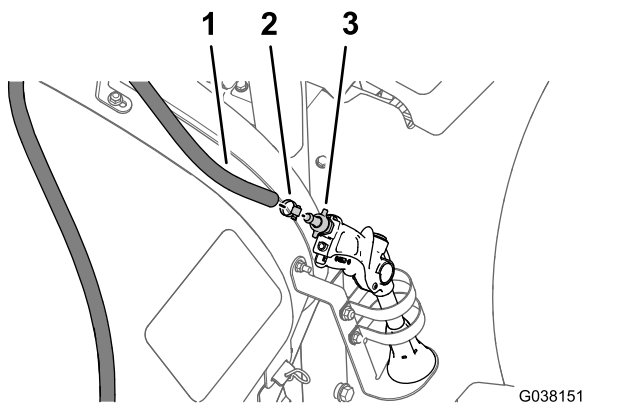

Рисунок 13
1. Снимите шланговый хомут, который крепит шланг подачи к штуцеру типа «елочка» на распылительном пистолете (Рисунок 13).
- Снимите шланг подачи со штуцера типа «елочка» (Рисунок 13).